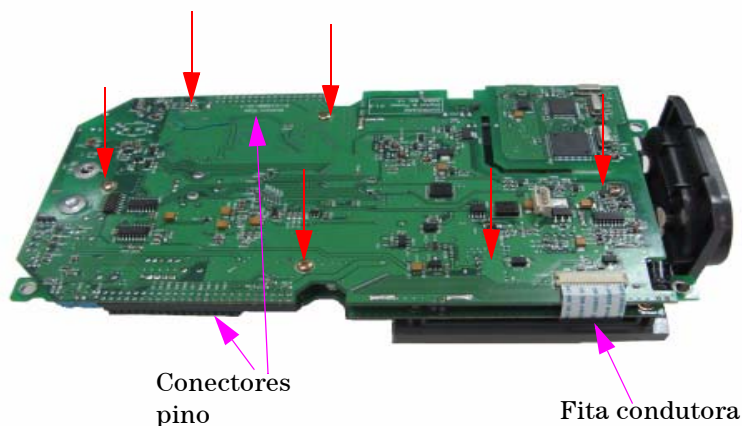

Figura 8-13 Tire os seis parafusos e puxe a fita condutora da placa PCBA
- 2 A vista frontal da placa PCBA é exibida na Figura 8-10. Vire a placa do conjunto do PCB com o visor LCD virado para baixo e tire o parafuso do local apontado na Figura 8-13.
- 4 Desconecte os conectores de pino dos dois lados da placa PCBA como mostrado na Figura 8-13.